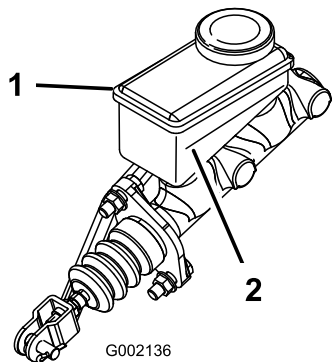

Figura 37
3. Observe a lateral do reservatório e certifique-se de que o nível do fluido está acima da linha de mínimo (Figura 37).